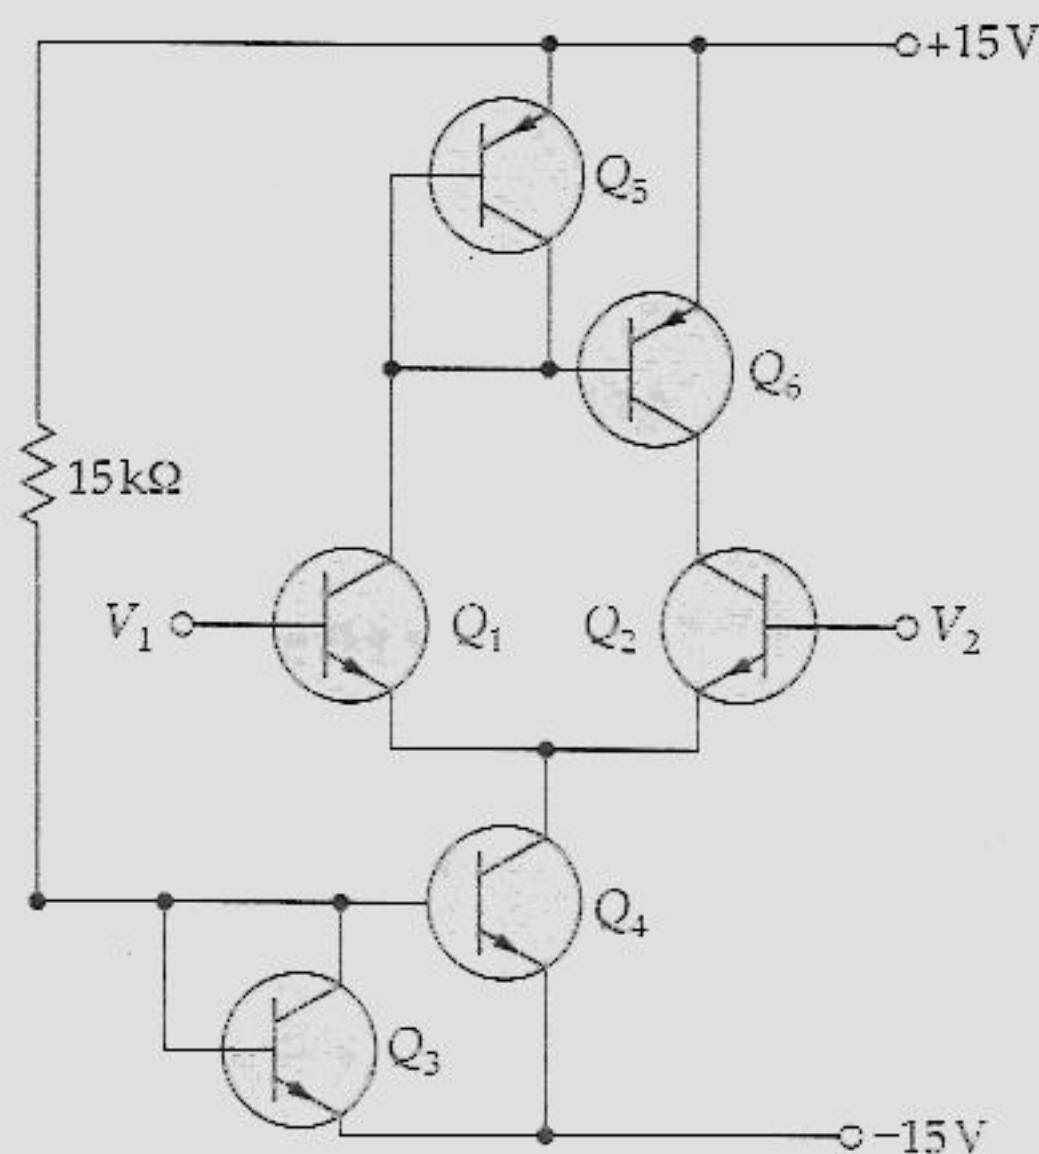

Figura 17.28
- 17.23 Na Figura 17.28, os transistores Q_3 e Q_5 são conectados para funcionar como diodos de compensação para Q_4 e Q_6 . Qual a corrente de cauda? E a corrente através da carga ativa?
- 17.24 A resistência de $15\text{ k}\Omega$ do circuito da Figura 17.28 é alterada para se obter uma corrente de cauda de $15\text{ }\mu\text{A}$. Qual o novo valor da resistência?